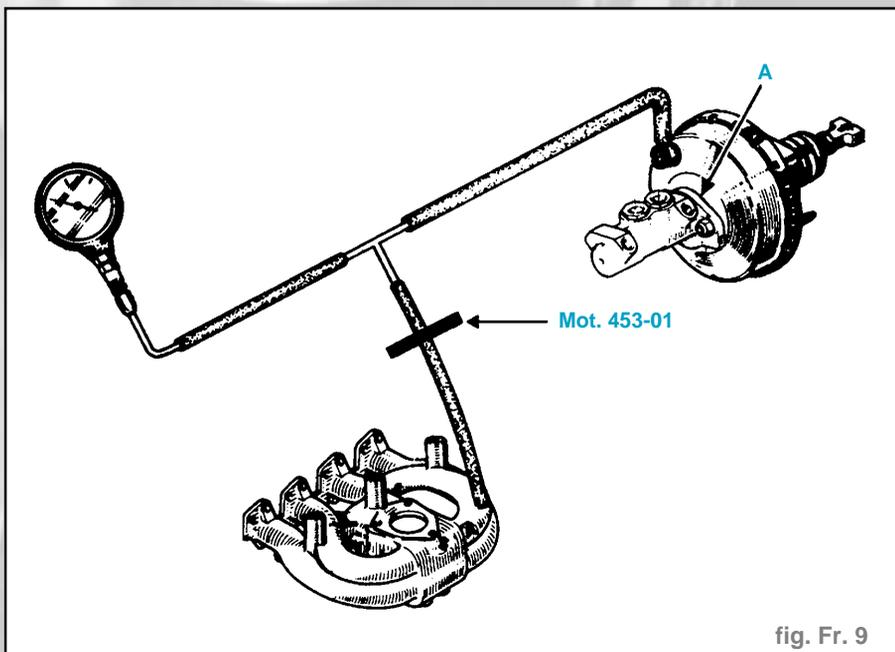

fig. Fr. 9
- Lors d'un contrôle d'étanchéité du servo-frein, s'assurer d'une parfaite étanchéité entre celui-ci et le maître cylindre. En cas de fuite à ce niveau, remplacer le joint (A) (fig. Fr. 9).